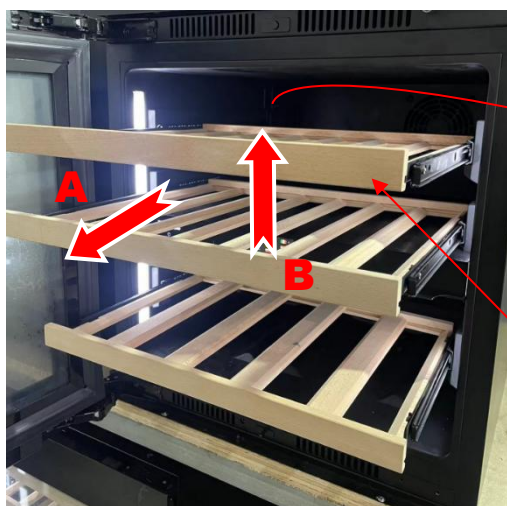
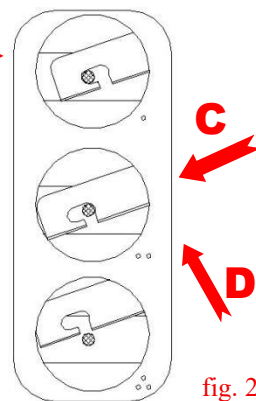

Fig. 1,
fig. 2.
Retirez l'étagère (A) et soulevez l'avant de l'étagère(B)(Fig.1), puis poussez les deux côtés de l'arrière de l'étagère à la position appropriée(C) et soulevez uniformément l'étagère, puis tirez l'étagère(D)(Fig.2)